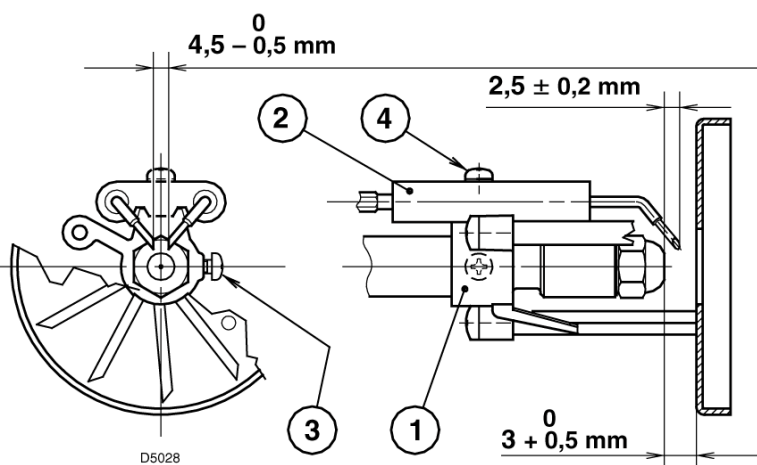

Рис. 13
- В то время как горелка держится на фланце (1), ослабьте винты (3) и снимите соединительный патрубок (2).
- Снимите с электродов провода (4), ослабьте винт (3, рис. 13, стр.7) и снимите с держателя форсунки держатель винта (5).
- Закрутите форсунку (6), держа ее, как показано на рисунке.
- Ослабьте винты (2), отвинтите гайку (3), отсоедините провода (4) от блока управления и фотосопротивления (6) и выньте держатель форсунки (1).
- Снимите с электродов провода (4), ослабьте винт (3, рис. 13) и снимите с держателя форсунки (1) держатель винта (10).
- Закрутите форсунку (11), держа ее, как показано на рисунке.
4.3 РЕГУЛИРОВКА ВИНТА – ЭЛЕКТРОДОВ (смотри рис. 13)
- Менять форсунку (смотри рис. 11, стр. 6) и проверять правильное положение электродов (рис.13, стр. 7).